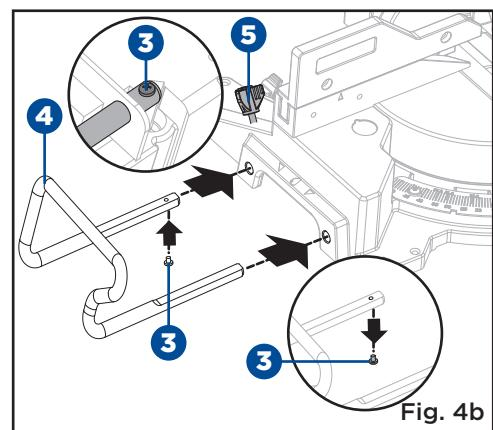

Fig. 4b
- Desserrez les vis (3) situées à l'extrémité de la rallonge gauche (4) à l'aide d'un tournevis à tête cruciforme (non fourni). (Fig. 4b)
- Desserrez la molette de verrouillage de rallonge (5) à l'arrière de la scie.
- Faites glisser une rallonge (4) dans les trous de la base, puis serrez la molette de verrouillage et les vis.